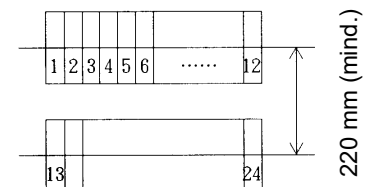

Abb. 2
② Bei vertikaler Aufstellung Trennung von über 220 mm zwischen den Einheiten einhalten. Die Öffnungen nach unten und oben nicht blockieren. (Abb. 2)